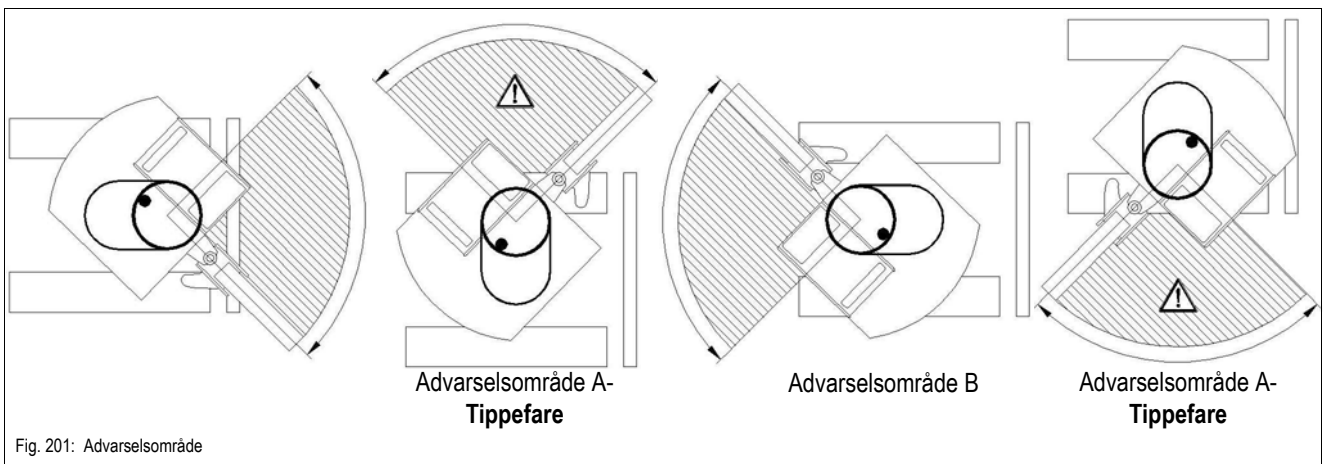

Fig. 201: Advarselsområde
– se kapitel 6.21 Løftkrafttabel 8003 på side 6-18 og advarselsområderne Fig. 201.